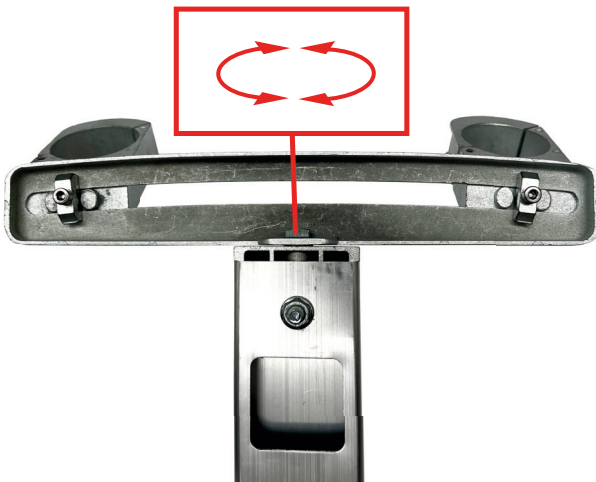

Bild 10: Justierung der Multifeedplatte
***HINWEIS:** Bei Verwendung mehrerer LNB können Sie eine Feinjustierung der Multifeedplatte vornehmen, indem Sie die entsprechende Schraube (siehe Bild 10) lösen und die Neigung der Platte anpassen bis ein optimaler Empfang gewährleistet ist. Wenn die optimale Position erreicht ist, drehen Sie die Schraube wieder fest.*